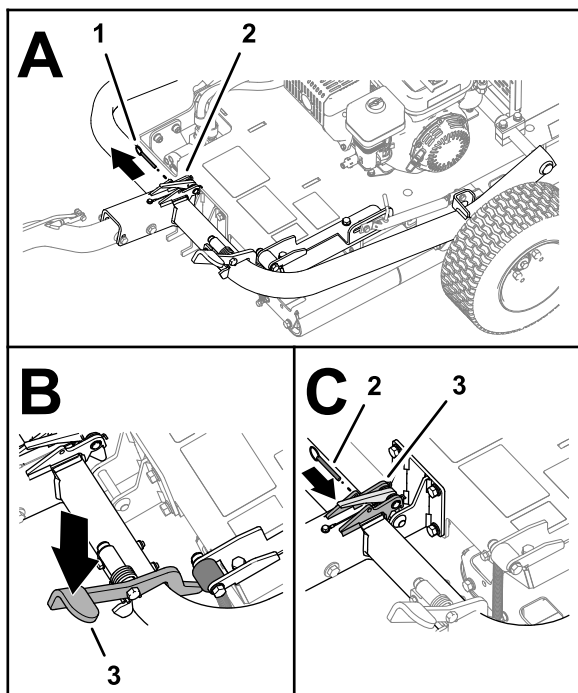

Bild 8
6. Entfernen Sie, sofern vorhanden, den Sicherungsbolzen von der Verriegelung (Bild 8).
7. Treten Sie auf das Anbauvorrichtungspedal, bis die Anbauvorrichtung einrastet (Bild 8).
8. Stecken Sie den Sicherungsbolzen durch die Löcher in der Verriegelung (Bild 8).